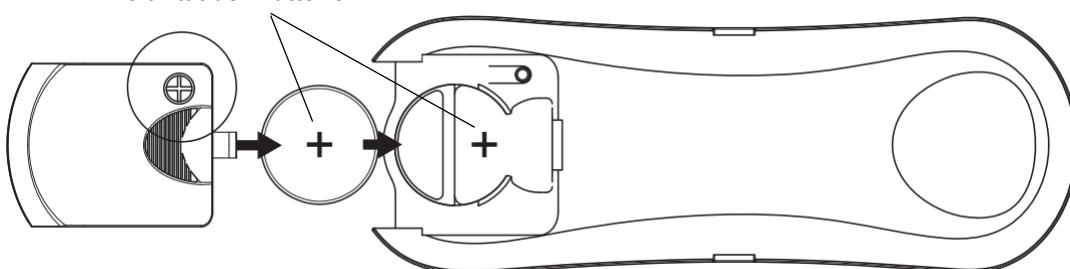

Abb. 10c
- Setzen Sie die neue 3V DC-Batterie vom Typ CR2032 in das Fach ein. Bitte achten Sie auf die richtige Polarität der Batterie. (Abb. 10c)